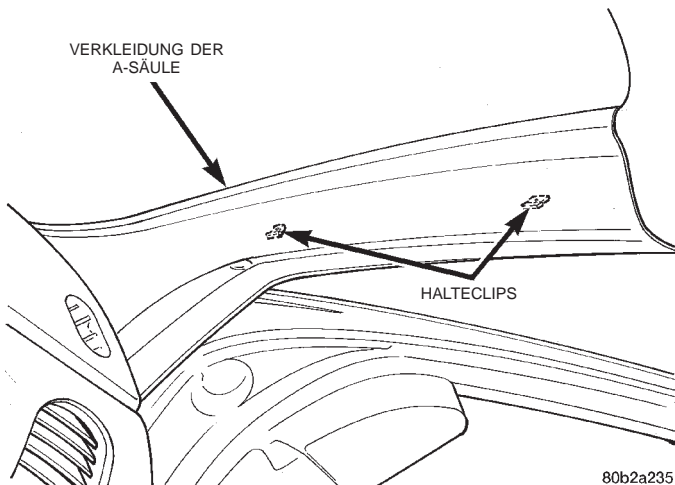

Abb. 2 Verkleidung der A-Säule
- (1) Endkappe der Instrumententafel abnehmen.
- (2) Halteclips lösen, mit denen die A-Säulenverkleidung an der A-Säule befestigt ist. Dazu an der Verkleidung ziehen (Abb. 2).
- (3) A-Säulenverkleidung nach hinten schieben, damit sie aus der oberen Instrumententafelabdeckung freikommt.
- (4) Verkleidung der A-Säule aus dem Fahrzeug nehmen.